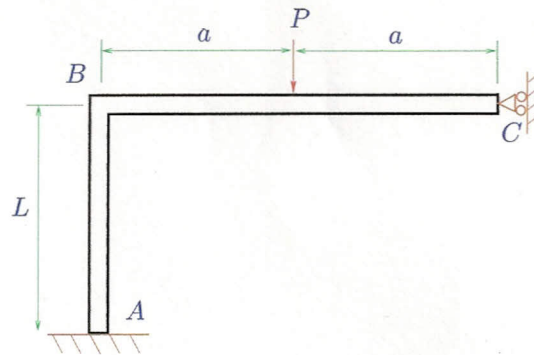

Figura 2: Viga doblada
2. En la Figura 2 tenemos una barra doblada empotrada en A , con un soporte tipo rodillo en C y bajo el efecto de una carga puntual P . Obtener el ángulo de giro en B usando Castigliano. Asuma que E , I y el área de la sección A_{sec} de la barra son constantes. No considere la energía por corte. (25 puntos)